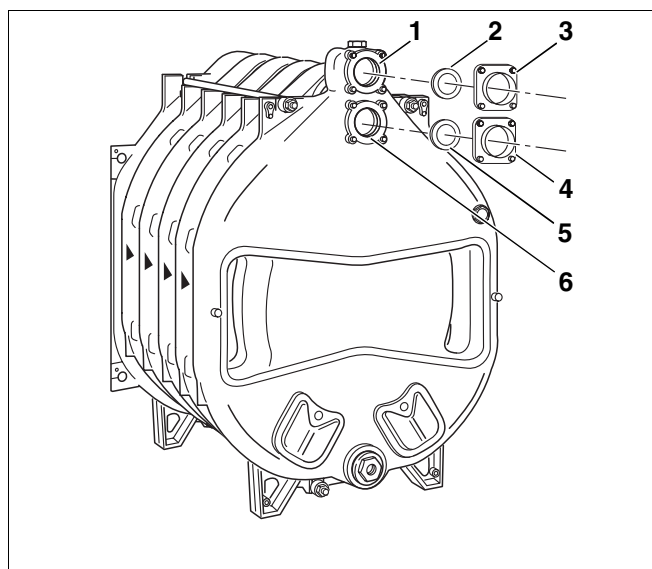

Fig. 23 Montasje – tilkopplingsflenser
- Sveiseflensen (med påsveisede rør) monteres til det øvre kjelnavet (fig. 23, **pos. 6** – returstuss) under den senere tilkoplingen av returen. På tegningen er sveiseflensen og flatpakningen vist (fig. 23, **pos. 4 og 5**).
- Turflensen (fig. 23, **pos. 3**) med flatpakning (fig. 23, **pos. 2**) behøves for den senere tilkoplingen av turledningen (fig. 23, **pos. 1**).